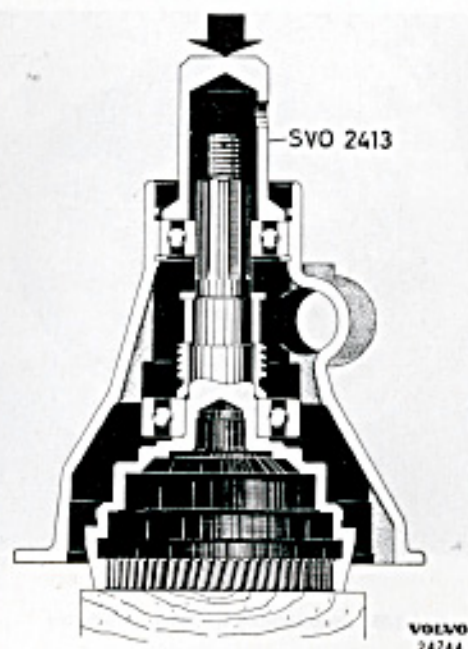

Bild 3-48. Montering av utg. axel
1. Sätt i främre låsringen för lagret (26) i bakre hushalvan. Pressa i lagret med dorn SVO 2413.
2. Pressa stödlagret (31) för växellådans huvudaxel i utgående axeln (23) med dorn SVO 2417. Pressa lagret på utgående axeln med dorn SVO 2412.
3. Stöd under utgående axeln med en träklots. Sätt på hastighetsmätarhjul (29), distanshylsa (28) och tryckbricka (27). Pressa på bakre hushalvan med dorn SVO 2413, se bild 3-48. Sätt i låsringen för bakre lagret. Pressa i tättningsringen (25) med dorn SVO 2422. Pressa på medbringaren (24) med en lämplig hylsa eller med pressverktyg SVO 2421. Montera bricka och mutter. Drag och lås muttern.